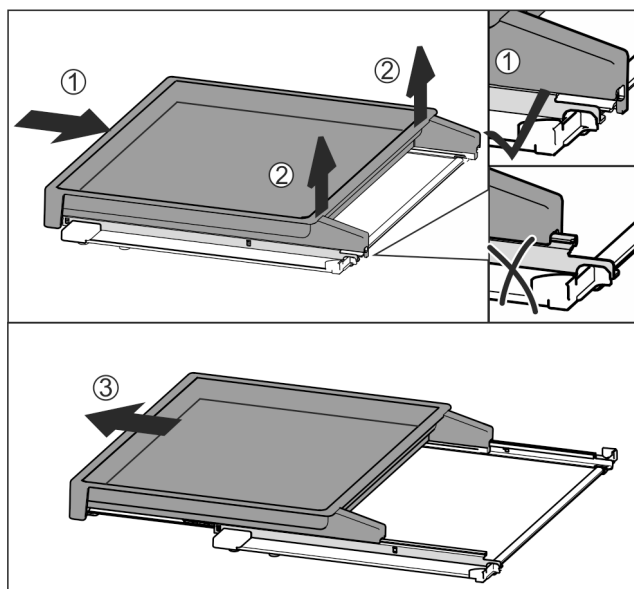

Fig. 114
- Auszugsbord vollständig einschieben Fig. 114 (1).
- Verrastung an hinterer Seite lösen Fig. 114 (2).
- Auszugsbord nach vorne herausnehmen Fig. 114 (3).